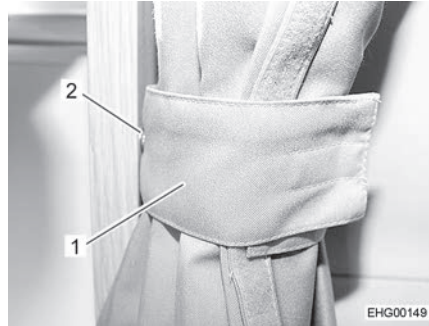

Bild 9 Vorhangverdunklung, gesichert
- Beide Hälften der Vorhangverdunklung mit Schlaufe (Bild 9,1) und Druckknopf (Bild 9,2) sichern.